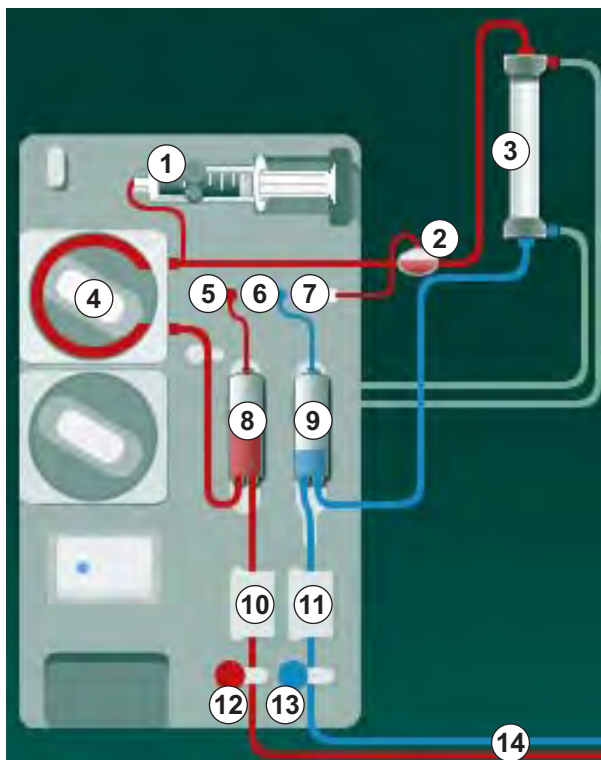

Рис. 3-2 Режим работы - Перекрестный с одной иглой
При открытом зажиме венозной магистрали (Рис. 3-2 Режим работы - Перекрестный с одной иглой (35), ⑬) и открытом зажиме артериальной магистрали ⑫ насос крови ④ перекачивает кровь от пациента через диализатор ③ в венозную камеру ⑨ . Давление в венозной камере ⑨ контролируется с помощью датчика венозного давления ⑥ . Когда достигается верхнее установленное значение венозного давления для переключения, насос крови ④ выключается, а зажим венозной магистрали ⑬ открывается. Из-за давления в венозной камере ⑨ кровь течет через диализатор ③ обратно к пациенту, пока не будет достигнуто более низкое давление для переключения. После достижения более низкого переключающего давления в венозной камере ⑨ или истечения заданного времени обратного потока зажим венозной магистрали ⑬ закрывается. Вскоре после этого открывается зажим артериальной магистрали ⑫ . Насос крови ④ активируется, и процесс начинается снова с забора крови у пациента.